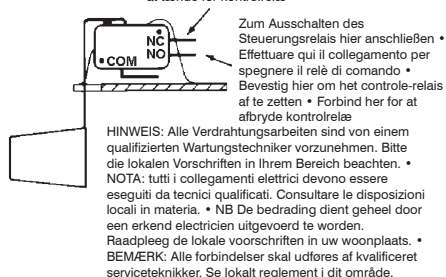

Fig. 2
3. Interruttore di sicurezza (Fig. 2): l'interruttore per prevenire il traboccamento, dovrebbe essere collegato ad un circuito a bassa tensione di classe II. Un normale allacciamento di circuiti "NC" ("a contatto normalmente chiuso") sarebbe del tipo seguente:
3. Veiligheidsschakelaar (Fig. 2) -de overstromingsveiligheids-schakelaar moet aan een klasse II laag voltagecircuit aangesloten zijn. Een typische verbinding van "NC" circuits is: